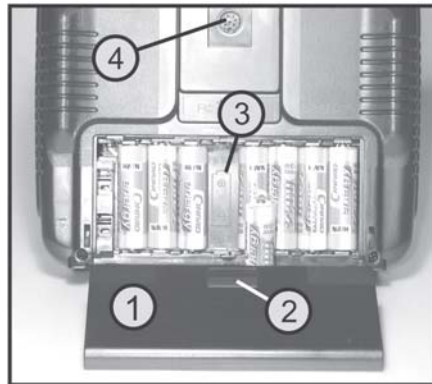

Figure 2
Un câble de raccordement optionnel permet de capter les signaux de commande sur la douille élève (voir fig. 2, pos. 4) afin de pouvoir par ex. piloter un émetteur maître ou l'interface d'un simulateur de vol.